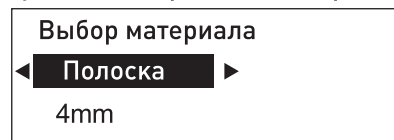

Рисунок 4.4-1
1) После установки маркировочной ленты, запустите устройство и введите нужный материал, он отобразится на дисплее. (Рис. 4.4-1)